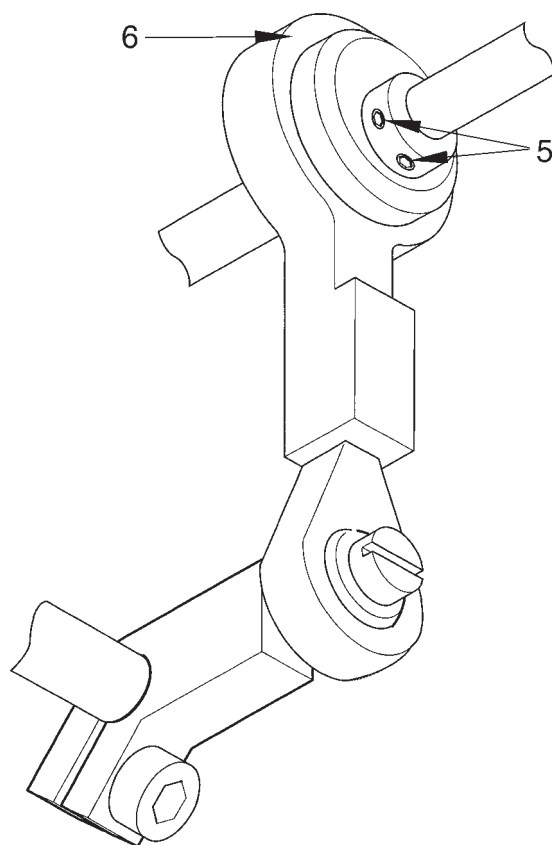

Рис. 24
- Слегка ослабьте оба винта 5 приводного эксцентрика 6 (рис. 24).